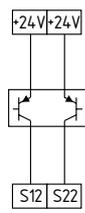

Fig. 10
**Commande à 2 canaux de protecteurs relatifs à la sécurité (basés microprocesseur) avec des sorties à transistor à commutation p, p.ex. AOPD's selon IEC 61496-1 (Fig. 10)**